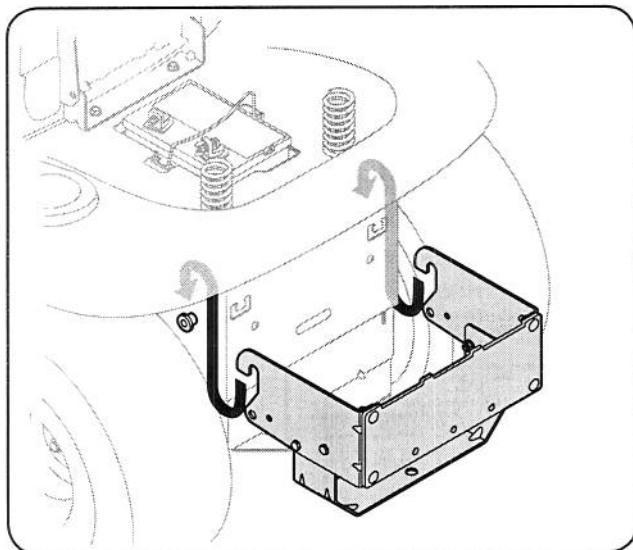

Figure 4-7
1. Placez les extrémités accrochées du montage sur les boulons d'épaule, comme dans la figure 4-7, sur le tracteur et alignez le trou central du support de fixation d'attelage avec le trou sur l'attelage du tracteur.